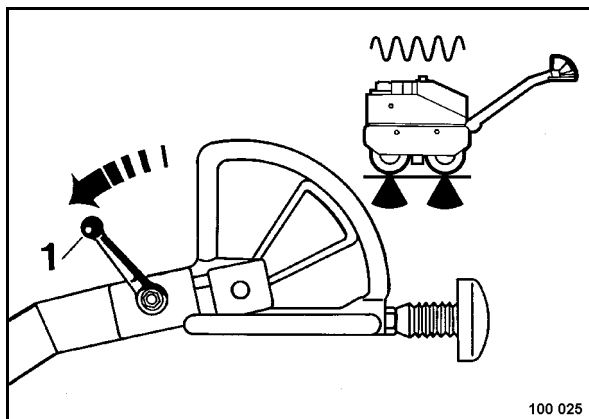

Fig. 42
- Poner la palanca de vibración (1) (Fig. 42) hacia adelante; la vibración está conectada.